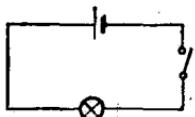
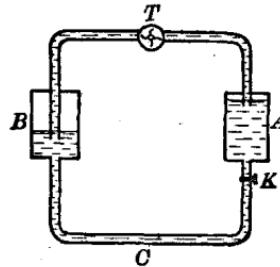

图 79
图 80
49. 电压 用导綫把电池、小电灯和电鍵連接起来(图79)，关闭电鍵，小电灯就发光，表明电路中有电流通
在图 80 里，如果打开开关 K ， C 管中的水就要流动，形成由 A 向 B 的水流，这是因为 A 槽的水面比 B 槽的高， C 管中存在水压的缘故。与此相似，在图 79 里，电路中的电荷移动形成电流，是因为电路上存在电压的缘故。
在图 80 里，如果抽水机 T 不工作，经过很短时间， A 、 B 两槽的水面变得一样高， C 管中的水流就要停止。要想使 C 管中不断有水流，就必须开动抽水机 T 。抽水机工作的时候把机械能轉变成水的势能，从而产生水压。在图 79 里，电池的作用跟抽水机相似，它是維持持續的电流所不可少的。电池工作的时候把化学能轉变成电能，从而产生电压。